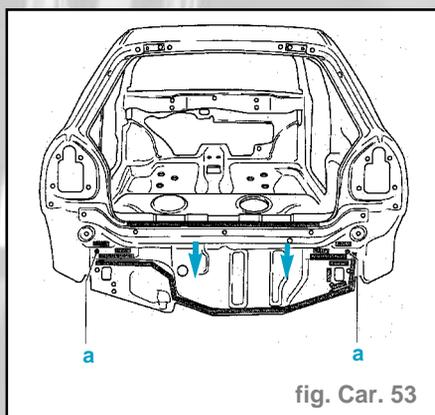

fig. Car. 53
- Dégrafer l'accostage d'origine (fig. Car. 53).